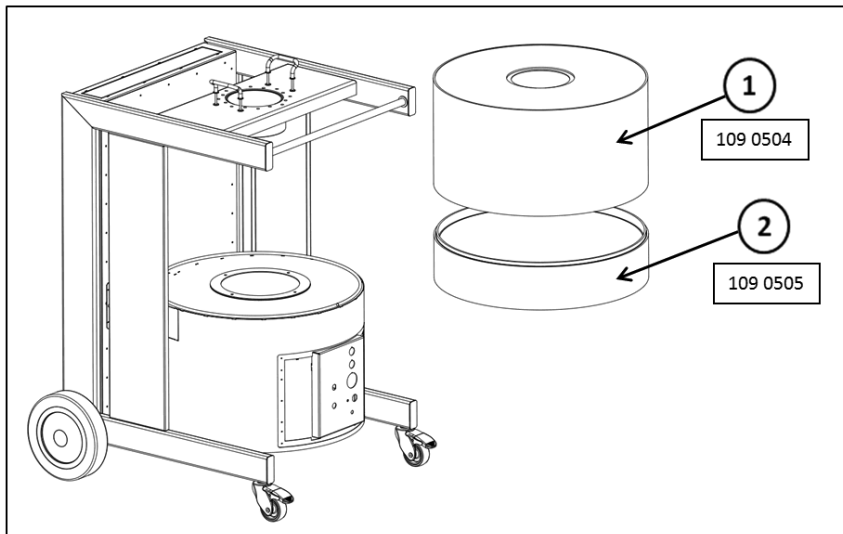

Figure1, Type de filtre pour MaxiFilavec filtre à charbon actif
- L'ordre de positionnement des éléments de filtre est décrit figure 1